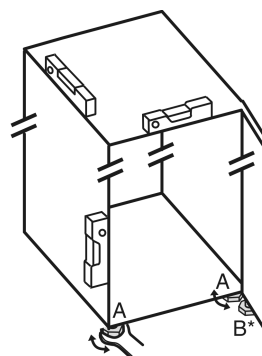

Fig. 34
- Stellfüße Fig. 34 (A) mit beiliegendem Gabelschlüssel und mit Hilfe einer Wasserwaage herausdrehen, bis das Gerät fest und ebenstehend ausgerichtet ist.
- Stellfuß Fig. 34 (B) am Lagerbock mit beiliegendem Gabelschlüssel herausdrehen, bis er auf dem Boden aufliegt.
- Stellfuß Fig. 34 (B) um 90° weiter drehen.